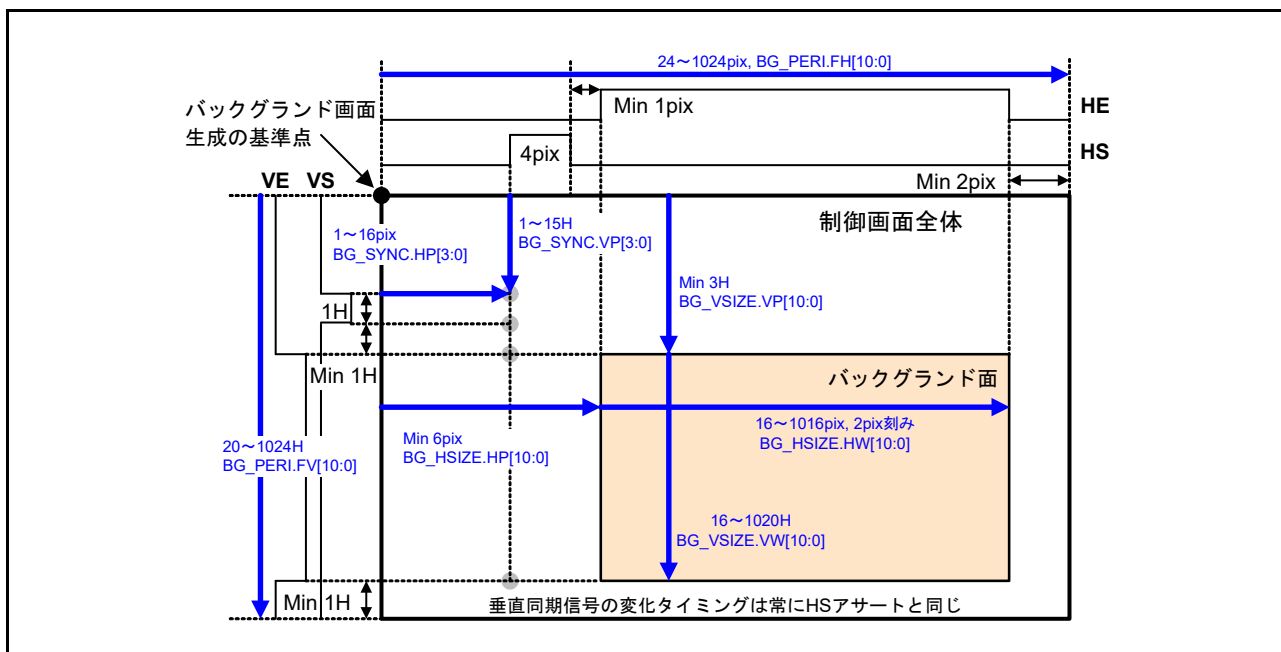
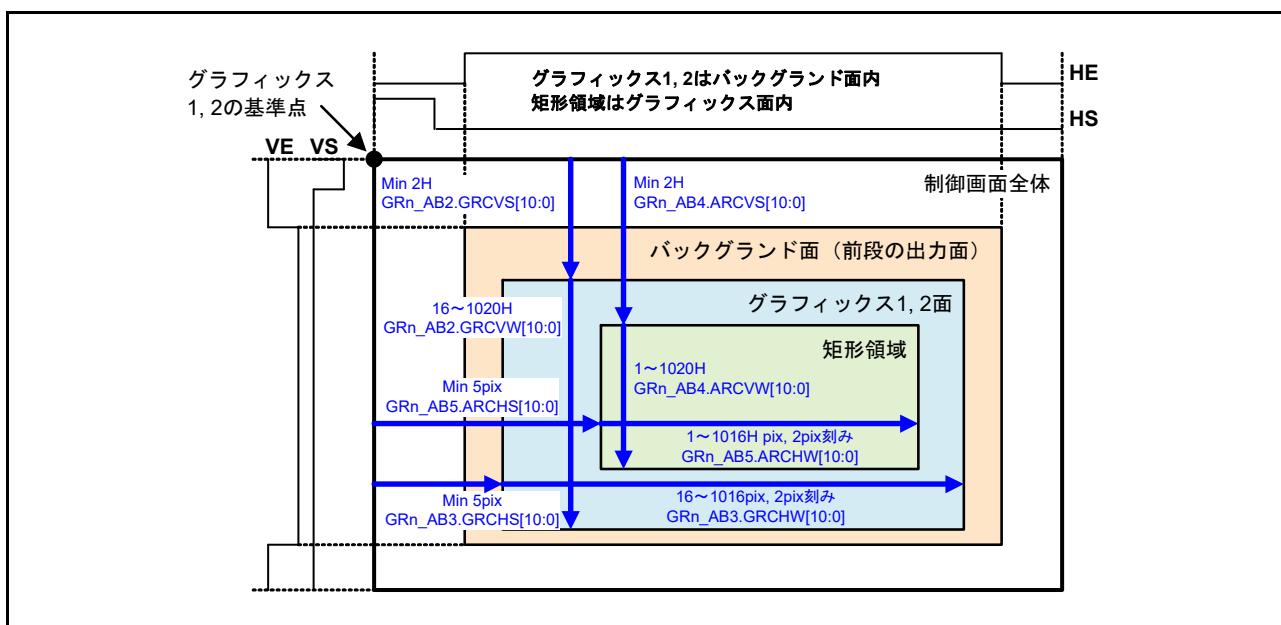

図 58.26 バックグラウンド画面の定義
図 58.27 グラフィック 1、グラフィック 2 の画面の定義
GLCDC 動作で使用する必須な信号はバックグラウンド画面生成モジュールで生成され、グラフィック 1 モジュール、グラフィック 2 モジュール、出力制御モジュールは連続して転送された垂直/水平同期信号 (VS と HS) および垂直/水平ピクセル許可信号 (VE と HE) に基づき動作します。バックグラウンド画面の基準点 (フレーム開始点) は、出力信号では決定できません。図に示された点はバーチャルで、レジスタ設定用に限定して提供されています。グラフィック 1 モジュール、グラフィック 2 モジュール、出力制御モジュールでは、前ステージから入力 (出力) された垂直同期信号 (VS) のアサートが基準点 (フレーム開始点) となります。各モジュールは有効ピクセルディスプレイ領域と、ピクセルデータの特別処理領域 (グラフィック 1、グラフィック 2 の矩形領域) を、この基準点に基づく位置と幅に準じて定義しています。図 58.26 にバックグラウンド画面の定義を、図 58.27 にグラフィック 1 およびグラフィック 2 の画面の定義を示します。出力制御モジュールは、前ステージ (グラフィック 2) から出力される有効ピクセル領域全体 (VE、HE の両方が 1) を補正します。(出力制御モジュールに補正領域を設定するためのレジスタは提供されていません。) 出力制御モジュールの TCON は、内部垂直/水平同期信号 (VS と HS) に基づき出力される制御信号を生成し、その出力信号の変更タイミングはレジスタに指定された有効設定範囲内で自由に変更できます